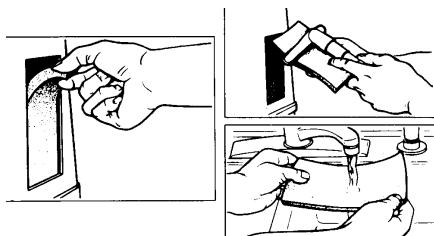

FIGURA 2 - LIMPIEZA DE LOS FILTROS DE ENTRADA
1. Retire los filtros y **LÍMPIELOS POR LO MENOS UNA VEZ A LA SEMANA** según las condiciones ambientales (FIGURA 2).
2. Limpie los filtros de entrada con una aspiradora o lávelos en una solución detergente tibia (FIGURA 2).